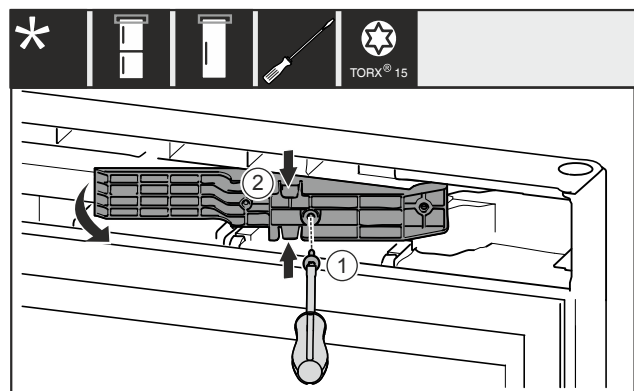

Fig. 14 *
- Schraube Fig. 14 (1) entfernen.*
- Adapterstück Fig. 14 (2) oben und unten leicht zusammendrücken und herausziehen.*